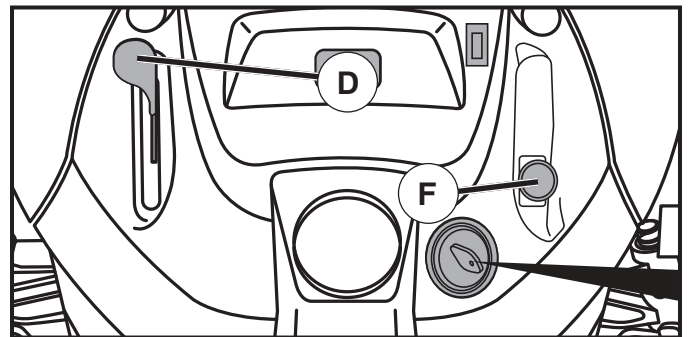

Fig. 6
POUR UTILISER LA COMMANDE DES GAZ (D) (Voir la Fig. 6)